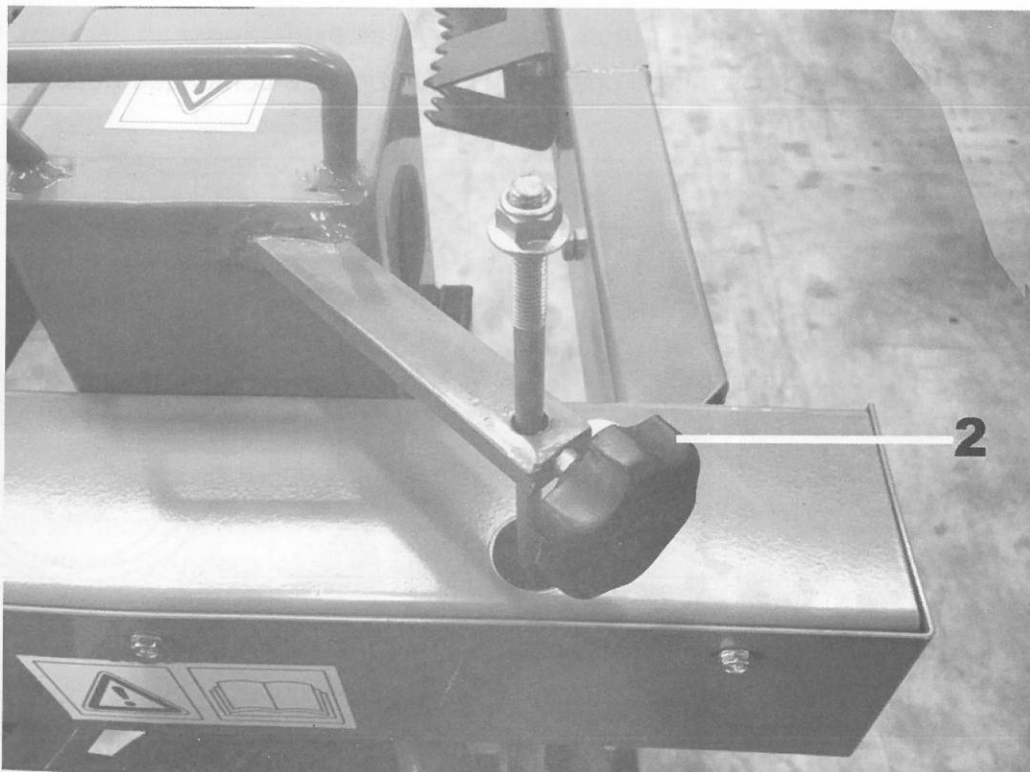

Fig. 7
- ▶ Svitare il pomello (2 Fig. 7)
- ▶ Avvitare il pomello (2 Fig. 7)